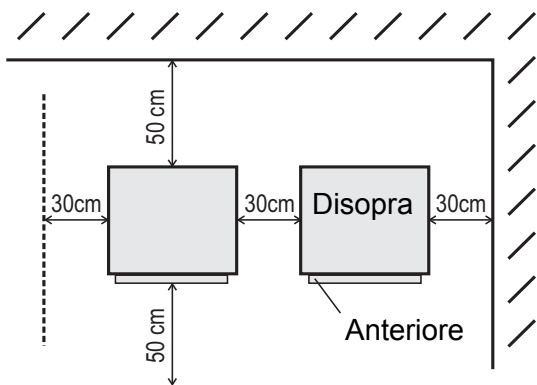

Figura 5
- Non collocare oggetti entro la distanza minima di 50 cm nella parte anteriore e nella parte posteriore il Sunmaster XL (cfr. figura 5).